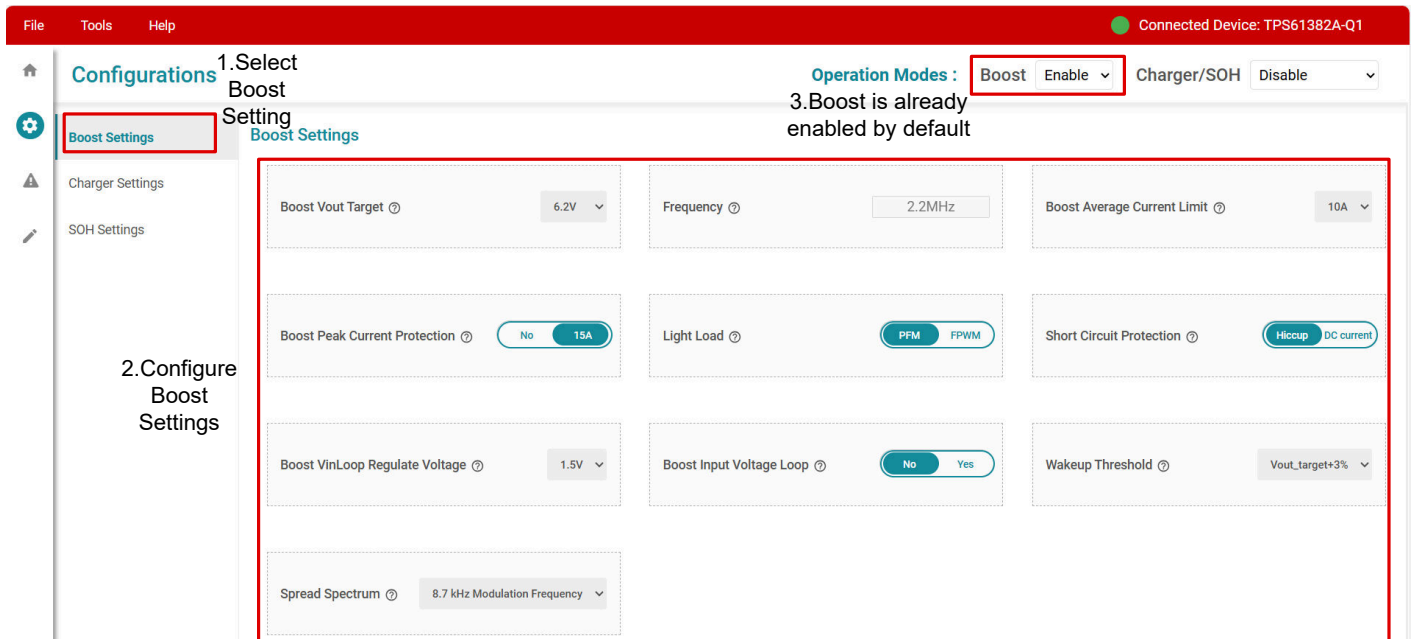

図 3-3. 昇圧設定シート
4. 「開始」ボタンをクリックすると、GUI が自動的に設定画面をオンにします (図 3-3 を参照)。TPS61382A-Q1 はデフォルトで昇圧イネーブルに設定されています。デフォルトの出力電圧は 6.2V です。設計目標に応じて、昇圧モード出力電圧や電流制限ポイントなどを設定します。